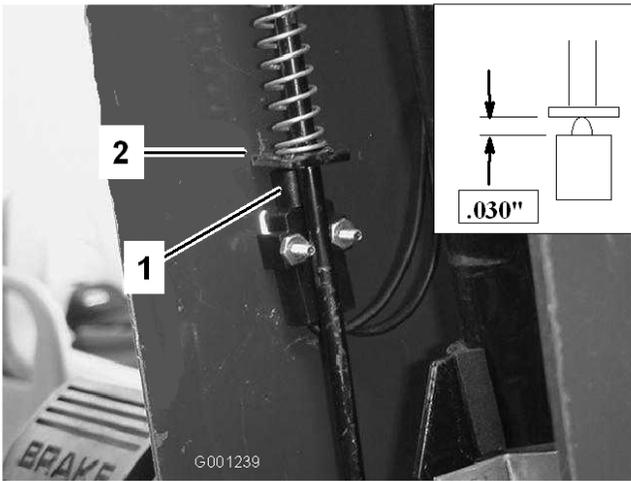

Figura 60
3. Alzate il copripiantone fino ad esporre l'interruttore del freno di stazionamento (Figura 60).
5. Allineate l'anello dell'asta del freno di stazionamento in relazione al pulsante dell'interruttore (Figura 60)
6. Premete l'asta del freno di stazionamento ed alzate l'interruttore finché la lunghezza compressa del pulsante dell'interruttore non è di 0,8 mm (Figura 60, inserto) . Questa è la distanza tra l'anello dell'asta del freno e la sede del pulsante dell'interruttore.